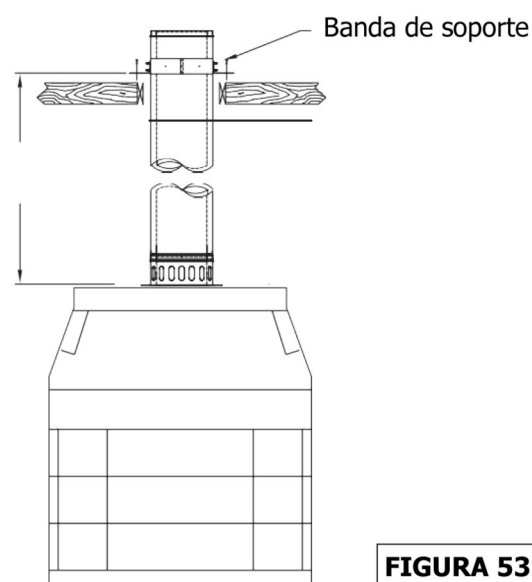

FIGURA 53
4. Soporte angular y correa de sujeción: Si la altura total de la chimenea es superior a 50 pies, o si el fabricante de la chimenea lo requiere, debe usar bandas de soporte. Si se necesita soporte adicional, instale una o más Bandas de Soporte, que sujeten 30 pies de chimenea (**Figura 53**).